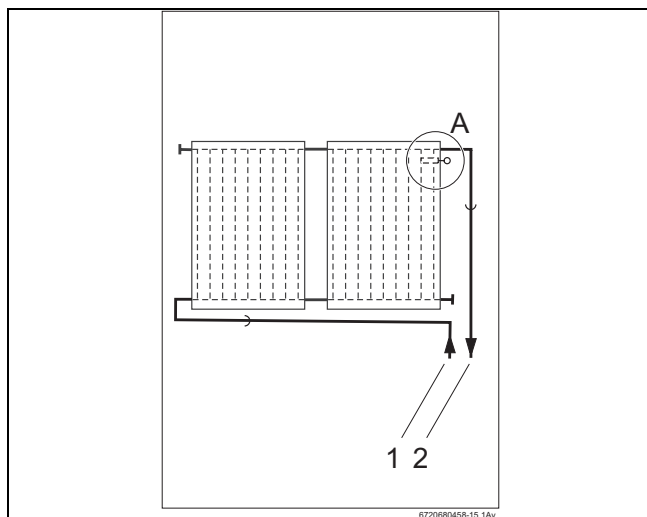

Fig. 45 Poziție de montare a senzorului panoului (reprezentare schematică)
Respectați poziția de montare în cazul sistemelor cu un rând, respectiv două rânduri de panouri (Fig. 45, [1]).
Senzorul panoului trebuie montat în panoul cu țeava pentru tur racordată (Fig. 45, [2]).
- Poziție de montare (Fig. 45, [A]) în cazul sistemelor cu o serie de panouri cu țeavă pentru tur amplasată în dreapta.